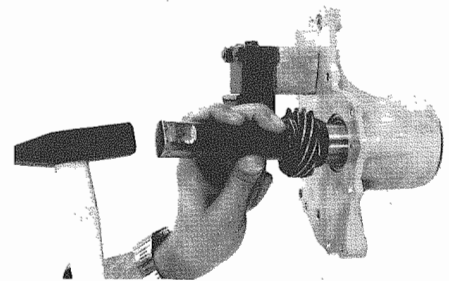

Fig. 73 - Ingranaggio comando spinterogeno
- Inserire a caldo (150 °C) l'ingranaggio comando spinterogeno fino alla battuta sul mozzo (**Fig. 73**).
- Heat (150 °C) and then fit distributor control gear till hub stop (**Fig. 73**).